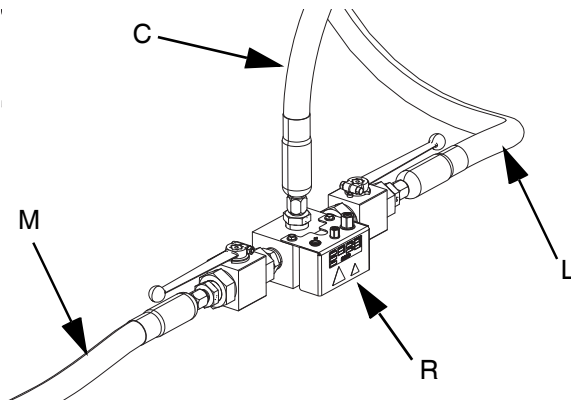

FIG. 19
- c. Conecte la manguera en tándem 1 (L) y la manguera en tándem 2 (M) entre el sistema de suministro y el bloque en tándem (R). Consulte la FIG. 19.
- d. Conecte la manguera de suministro 1 (C) al bloque en tándem (R). Consulte la FIG. 19.